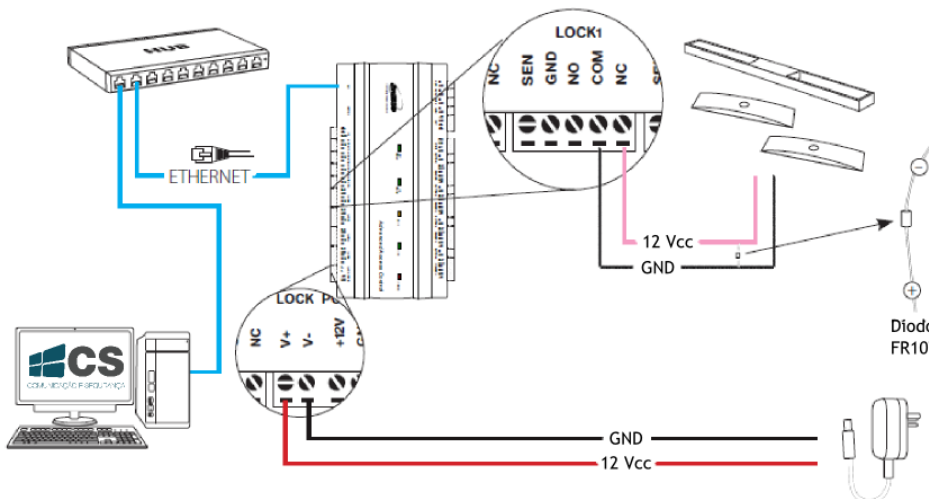

Figura 22 - Conexões com Fechadura NF
1. Desmonte a tampa do inBio. Empurre a aba para dentro, veja a Figura 22.